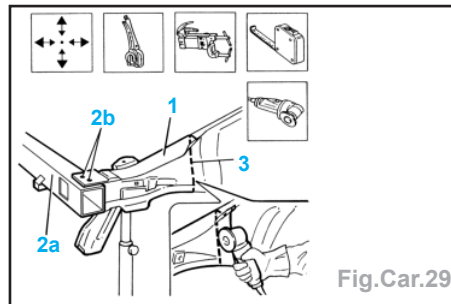

Fig.Car.29
- Enlever le traitement anti-corrosion sur tout le pourtour (2) et appliquer l'apprêt électro-soudable.
- Superposer et positionner la tôle de fermeture sur le véhicule en utilisant les pinces-étaux (Fig.Car.29).